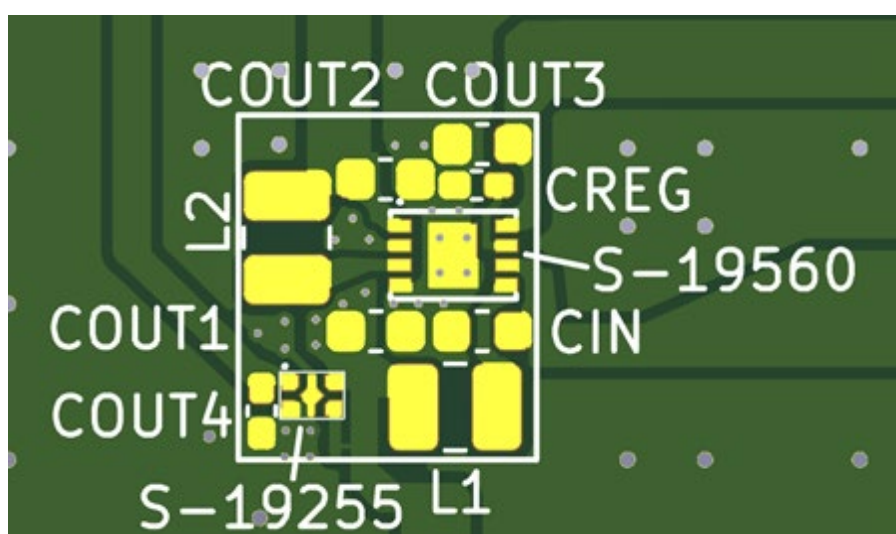

図8 基板レイアウト例 (拡大図)
- ・ 図8の基板レイアウト例では、S-19255シリーズの入力と C_{OUT1} の距離を短くすることで、S-19255シリーズの入力コンデンサを省略しています。S-19255シリーズが離れた場所に配置される場合は、S-19255シリーズ用の入力コンデンサを追加してください。